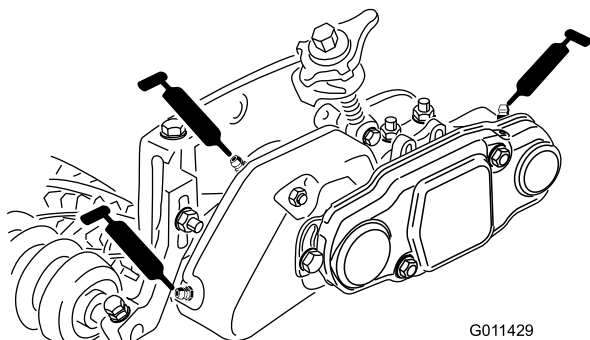

Figura 37
49. Riempite di grasso le sedi dei cuscinetti di ciascun cilindro (Figura 37). Il grasso superfluo uscirà tra le guarnizioni interne e gli anelli di tenuta.
50. Ingrassate ogni cuscinetto dell'elemento grooming (pompate due o tre volte al massimo) (Figura 37). Non ingrassate troppo, perché il grasso superfluo può fare avariare le guarnizioni. Tergete il grasso superfluo.